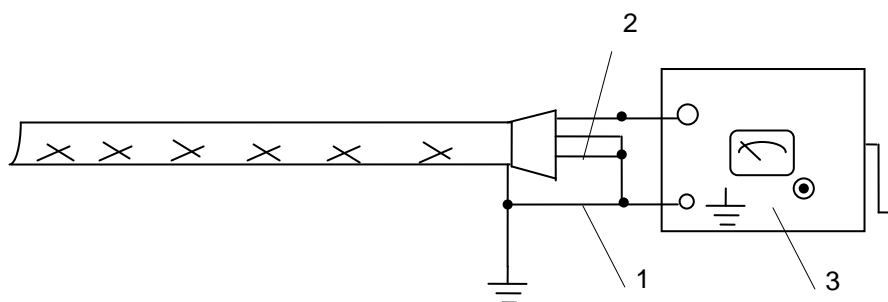

Рис. 7.1 - Схема подключения аппарата АШИК к кабельной линии:
7.1.5 Присоединяют выводы аппарата АШИК к зажимам испытываемого электрооборудования или жилам кабеля в соответствии с рис.7.1. Проверку изоляции производят в диэлектрических перчатках, стоя на резиновом коврике или на изолирующей подставке.
7.1.9 Поиск места повреждения изоляции в электроустановках может выполняться звуковым методом при подаче импульсного напряжения по схеме рис.7.1.